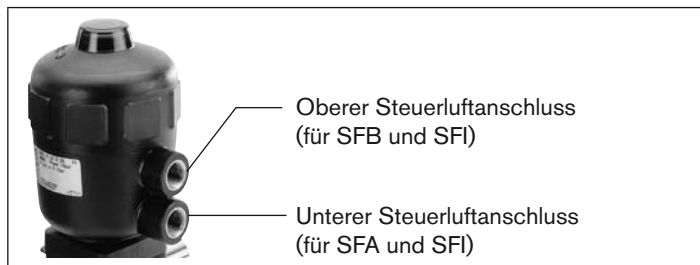

Bild 8: Steuerluftanschluss
- Oberer Steuerluftanschluss mit Druckluft (Wert wie auf dem Typschild angegeben) beaufschlagen (siehe „Bild 8: Steuerluftanschluss“).